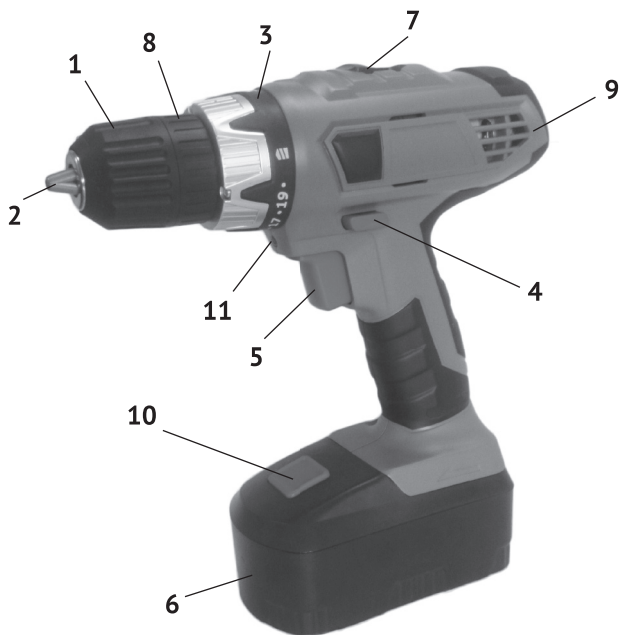

рис. 1
1.6 Общий вид дрели представлен на рис.1
1.7 Механизм дрели расположен в обрешиненном пластиковом корпусе (рис.1 поз.9), состоящем из двух частей: правой и левой. Он состоит из электродвигателя постоянного тока и редуктора с планетарным 2-х скоростным механизмом. В нижней части корпуса, выполненного в форме рукоятки, находится выключатель и разъём для присоединения аккумуляторной батареи.
1.8 Клавиша выключателя (рис.1 поз.5) расположена в передней части рукоятки. При нажатии на клавишу включается двигатель дрели. Усилие, приложенное к клавише, изменяет скорость вращения двигателя. При запуске двигателя автоматически включается светодиодный фонарь (рис.1 поз.11), обеспечиваю-
Над клавишей выключателя находится переключатель реверса (рис.1 поз.4), пластинчатой конструкции. В нейтральном положении он выполняет функцию блокиратора клавиши от случайного включения. Стрелками на торцах пластины, указывается направление вращения патрона.
1.10 В передней части корпуса расположено кольцо регулировки (рис.1 поз.3). Это кольцо фиксирует одну из 20-ти, позиций предельного момента затяжки, при работе дрелью, как шуруповёртом, или переключает редуктор в режим сверления – символ «сверло».
Внимание! *Перед установкой/извлечением аккумуляторной батареи отключить инструмент, установив переключатель направления вращения (рис.1 поз.4) в среднее положение (блокировка клавиши выключателя).*
- для извлечения батареи из дрели нажать клавишу фиксации (рис.1 поз.10) аккумуляторной батареи и извлечь её из рукоятки, вытягивая вперёд, к патрону.
- установить переключатель направления вращения (рис.1 поз.4) в положение блокировки клавиши выключателя;
- удерживая кольцо патрона (рис.1 поз.8) одной рукой, другой вращать переднюю часть патрона (рис.1 поз.1) против часовой стрелки до разведения кулачков патрона (рис.1 поз.2) на расстояние, необходимое для установки ра-
- удерживая кольцо патрона (рис.1 поз.8) одной рукой, другой вращать переднюю часть патрона (рис.1 поз.1) по часовой стрелке до фиксации рабочего инструмента кулачками патрона;
- для включения дрели необходимо нажать и удерживать клавишу выключателя (рис.1 поз.5);
- в среднем положении переключатель направления вращения (рис.1 поз.4) блокирует клавишу выключателя, исключая случайное включение дрели;
2.2.5 Функции регулировочного кольца (рис.1 поз.3):
На регулировочное кольцо (рис.1 поз.3) нанесены символы: от «1» до «16» - 16 фиксированных положений предельного момента затяжки и символ «дрель». Выставление нужного режима работы осуществляется совмещением соответствующего символа со стрелкой на корпусе дрели.
- выставив ползунок переключателя (рис.1 поз.7) положение 1(L) получаем при низком числе оборотов (350 об/мин) высокий показатель крутящего момента. Этот режим применяется при закручивании шурупов, винтов, саморезов и болтов больших размеров;
- при установке переключателя в крайне положение 2(H) получаем максимальное число оборотов (1200 об/мин), но меньший показатель крутящего момента. При данном режиме работаем в режиме сверления или закручивания/выкручивания мелкого крепежа.
- повернуть кольцо регулировки (рис.1 поз.3) в положение «сверло»;